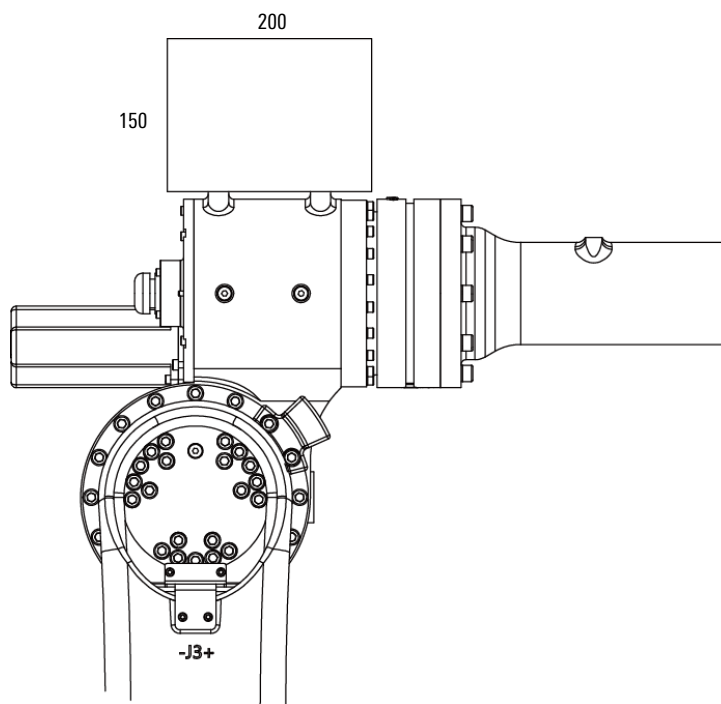

图 6-10 AIR50-2230A 肘部负载接口尺寸示意图
- 肘部负载重心应不超出下图 6-10 中四个 M8 螺纹孔所围成的长 200mm 宽 150mm 的长方形，高不超过 150mm 的长方体。
AIR50-2230A 操作机 J3 轴肘部的设备安装孔规格及尺寸如图 6-10 所示。